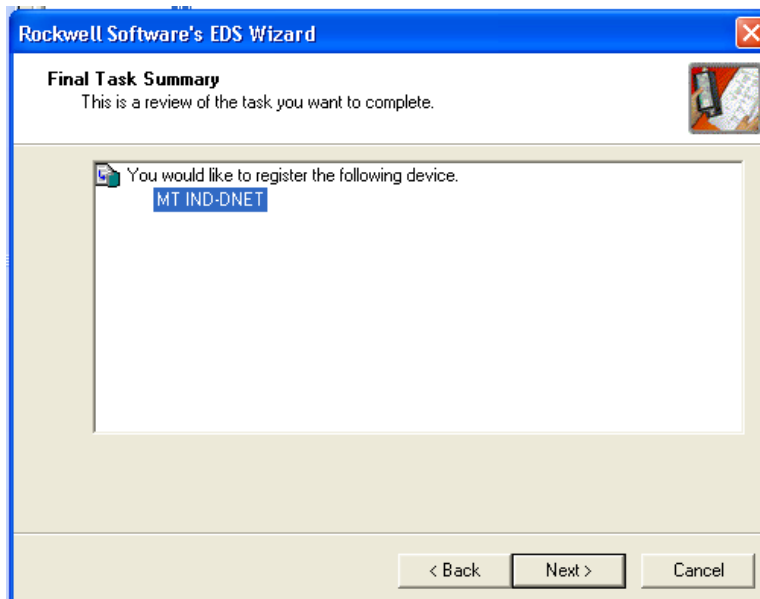

Abbildung 3-10: Bildschirm „Final Task Summary“ (Abschlussaufgabenübersicht)
10. Der Bildschirm „Final Task Summary“ (Abschlussaufgabenübersicht) (Abbildung 3-10) wird angezeigt. Klicken Sie auf **Next** (Weiter).